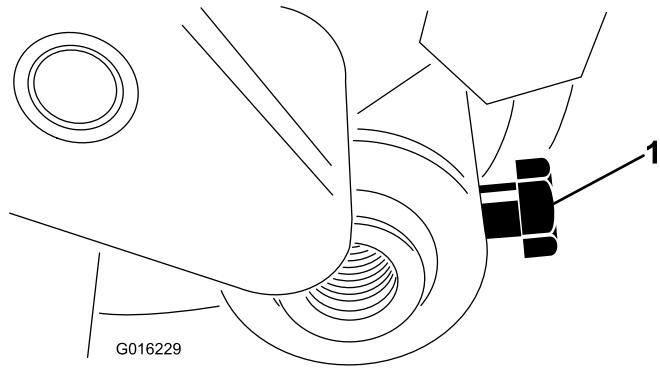

Figura 12
24. Insira o eixo do rolo no braço de ajuste direito e prenda, sem apertar, com o parafuso do eixo do rolo (Figura 12).
32. Centre o rolo entre os braços de ajuste e aperte os parafusos de montagem (Figura 12).